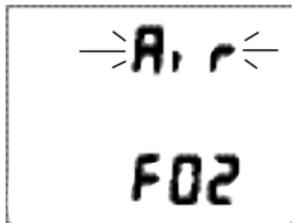

Fig. 20A - Réglage FO2 = Air
- Appuyer sur le bouton S (côté) pendant que le réglage FO2 clignote fait défiler les valeurs de AIR (Fig. 20A) à 21 puis 50% par intervalles de 1% à une vitesse de 8 par seconde.